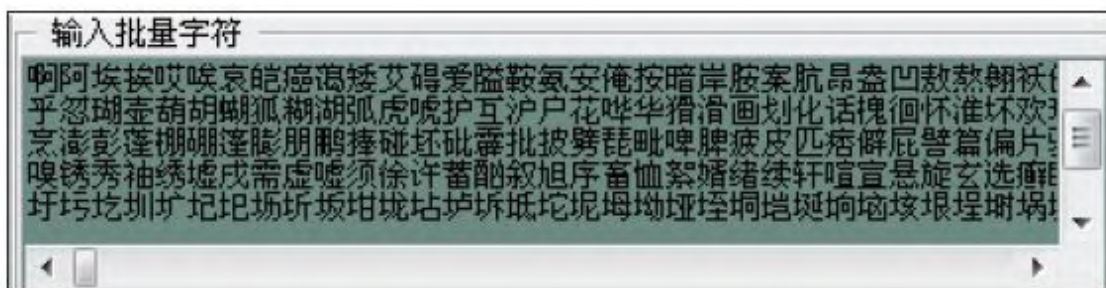

图 22-4 字库
3) 点击选择“二级汉字库”按钮。在“输入批量字符”框里面将会列出二级汉字的所有汉字，其中共收录了6768个汉字字符，非特殊情况下都能够满足大家的要求，见图22-4。